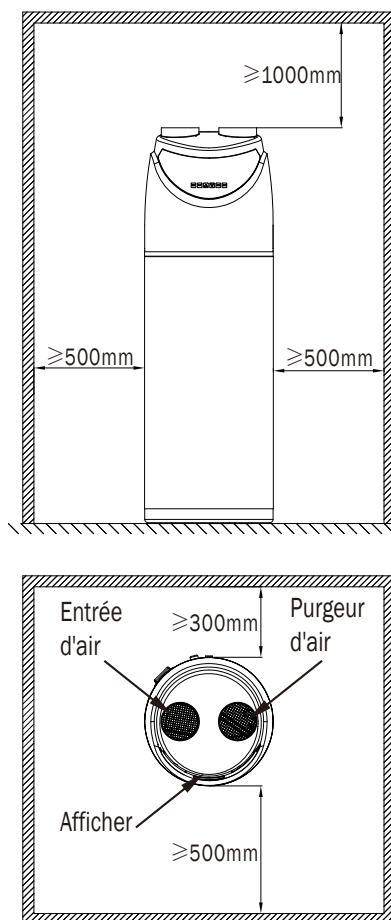

Fig.4 Espace recommandé pour l'installation et la maintenance
- Réservez l'espace pour l'installation et la maintenance illustrées à la Fig.4.